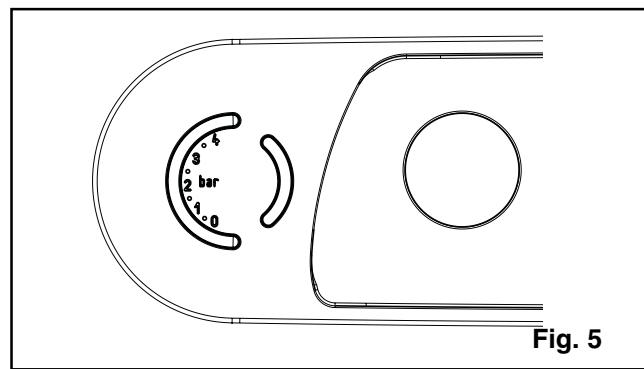

Fig. 5
- abrir la llave de llenado (**C**, en la caldera para C.A.I. y C.S.I., exterior para R.A.I. y R.S.I.) hasta que la presión indicada por el hidrómetro esté aproximadamente en 1 bar (fig. 5).